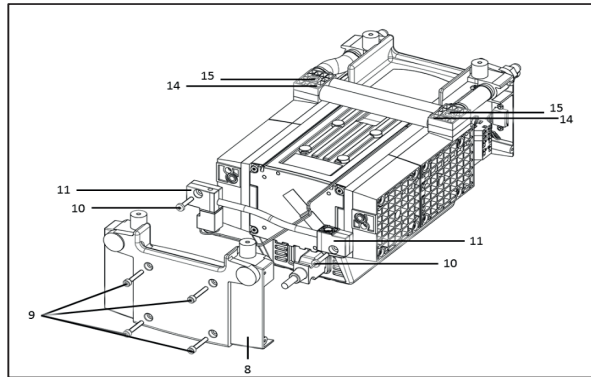

Abb. 5: Demontage der Verschaltungen
2. Befestigungsschrauben (Abb. 5/9) der Verschaltungen (11) und (14) lösen und Verschaltungen abnehmen.
3. Befestigungsschrauben (10) und (15) der Verschaltungen (11) und (14) lösen und Verschaltungen abnehmen.
Hierfür die Befestigungsschrauben der Verschaltungen (Abb. 5/10 und **15**) handfest anziehen.